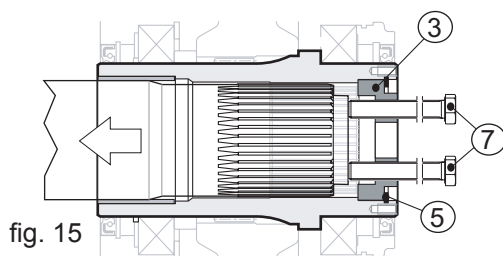

fig. 15
Insérer dans les deux orifices filetés présents sur le fond (pos. 3) 2 vis (pos. 7), visser jusqu'à les appuyer à l'arbre de la machine (pos. 1), continuer à visser de façon alternée, en faisant au maximum un tour à la fois (voir fig. 15).